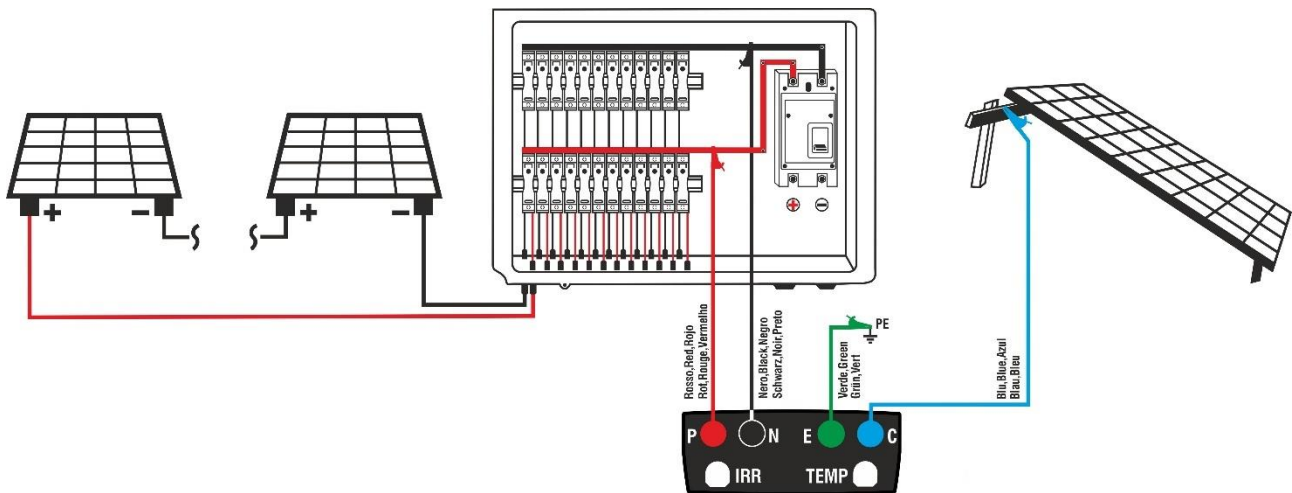

Fig. 15: Conexión para la prueba IVCK utilizando la función Start&Save
7. Conecte el instrumento como se muestra en la Fig. 15. En particular, conecte el polo Negativo de la barra a la entrada **N** mediante una conexión fija con un terminal de cocodrilo, el polo Positivo de la barra a la entrada **P** mediante una conexión fija con un terminal de cocodrilo, el nodo de tierra principal del sistema (para pruebas MΩ y RPE) a la entrada **E** y, si es necesario, la entrada **C** a las masas metálicas (para pruebas RPE)